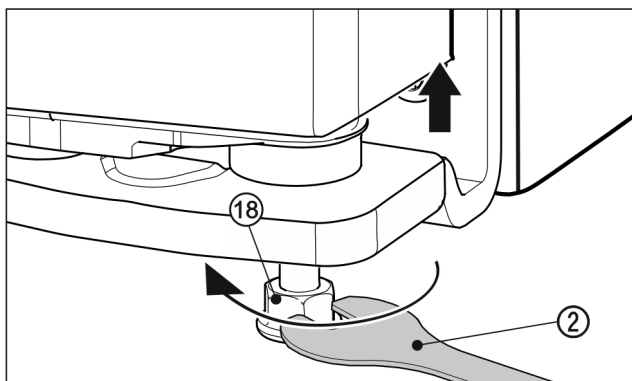

Fig. 26
- ▶ For at hæve døren skal stillefoden Fig. 26 (18) skrues ud højre om med den vedlagte gaffelnøgle Fig. 26 (2), indtil der er kontakt med gulvet. Skru videre, indtil døren er justeret i højden. Ved leveringen er hængselbolten skruet helt ind.